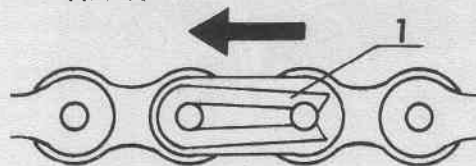

Fig. 28 - 1) Maillon de raccordement
Remonter le disque, garder la juste tension de la chaîne, (voir Fig. 28) et passer au réglage.
- Nettoyer la chaîne avec du pétrole, immerger la chaîne dans un bain de graisse fondue (basse température) durant 30 minutes, la remonter et insérer le maillon de raccordement dans le sens indiqué Fig. 28.